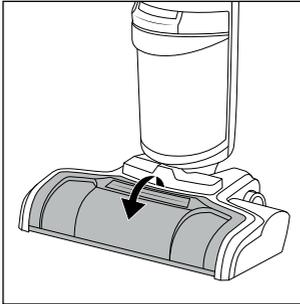

Fig. 33
- ◆ Sujete la protección antisalpicaduras **7** por el borde de agarre superior (*PULL*) y tire de esta hacia delante para extraerla del pie del aparato **3** (consulte la fig. 33).